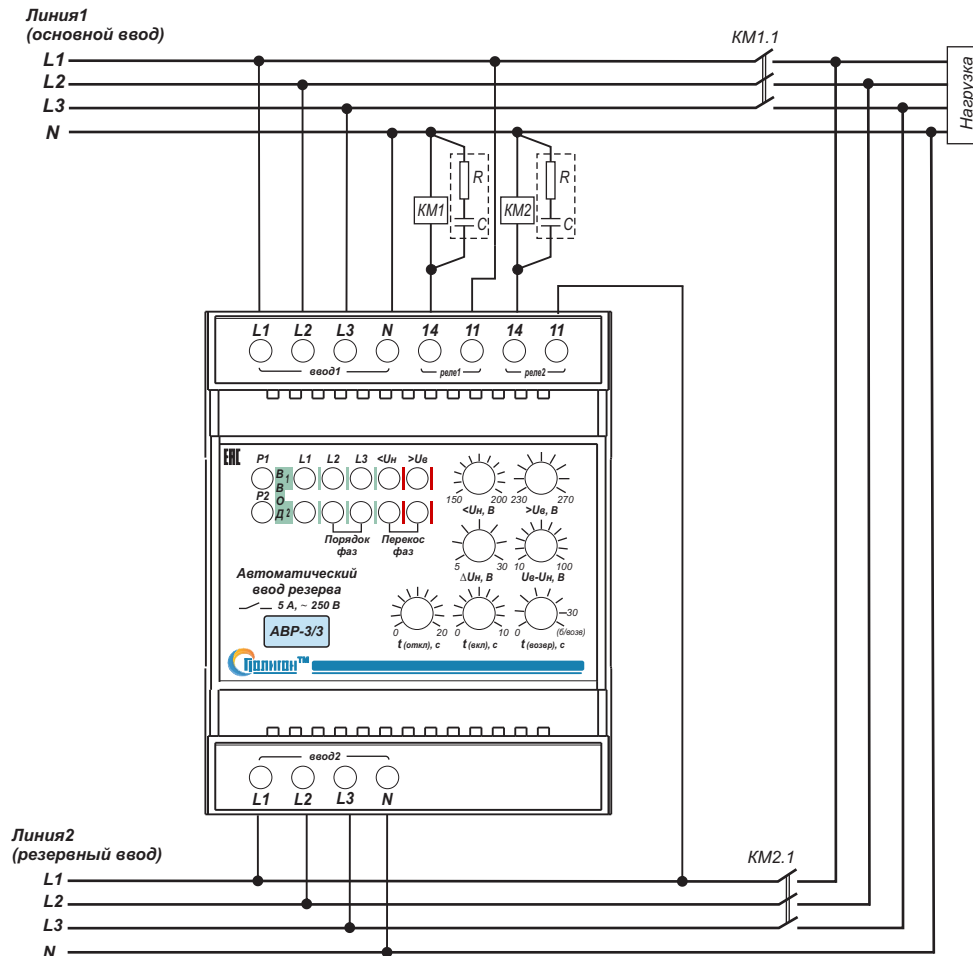

Рис.1. Типовая схема подключения АВР-3/3. Рекомендуется включать параллельно катушке пускателя искрогасящую цепочку R – 51 Ом 1Вт, С – 0,1 мкФ 630 В.
4.3 Произвести подключение контролируемой сети основного и резервного ввода, цепей управления и сигнализации согласно маркировке (Рис. 1.): L1, L2, L3 (ВВОД 1) — Линия 1 — фазы основного ввода; L1, L2, L3 (ВВОД 2) — Линия 2 — фазы резервного ввода; N — нейтраль (общая для основного и резервного вводов); 11 — переключи-